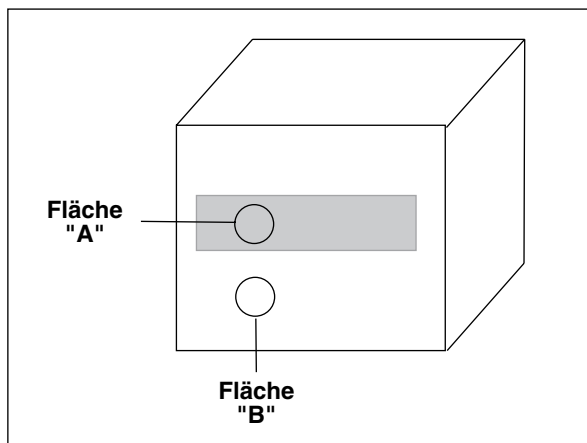

Abbildung B-1. Bestimmung des Emissionsfaktors
2. Stellen Sie den Emissionsfaktor am Instrument auf den Wert des Lackes ein. Messen Sie mit dem Thermometer die Temperatur des lackierten Objektbereichs (Fläche "A" in Abbildung B-1). Achten Sie darauf, daß die gemessene Fläche das Sichtfeld des Thermometers vollständig ausfüllt.